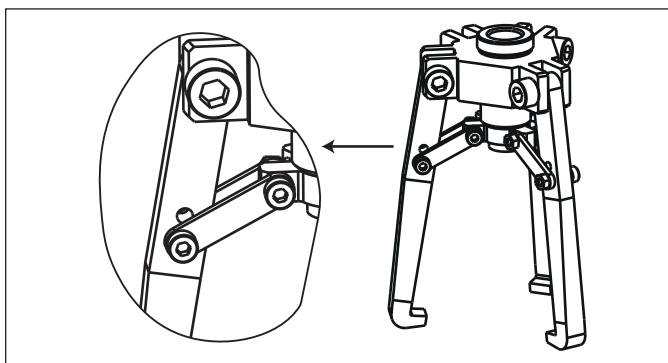

Figura 3: Dettaglio di montaggio della griffa standard, presa esterna
- Utilizzare il foro inferiore per montare le griffe con presa esterna. Fare riferimento alla Figura 3.